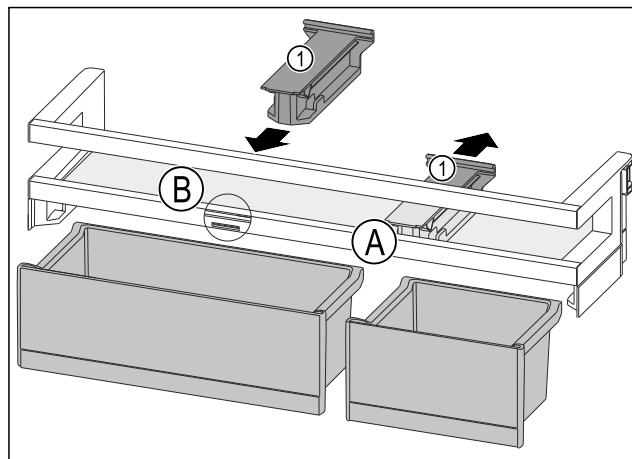

Fig. 221
- Držák Fig. 221 (1) v poloze Fig. 221 (A) stáhněte dozadu.
- Držák Fig. 221 (1) vložte v poloze Fig. 221 (B).